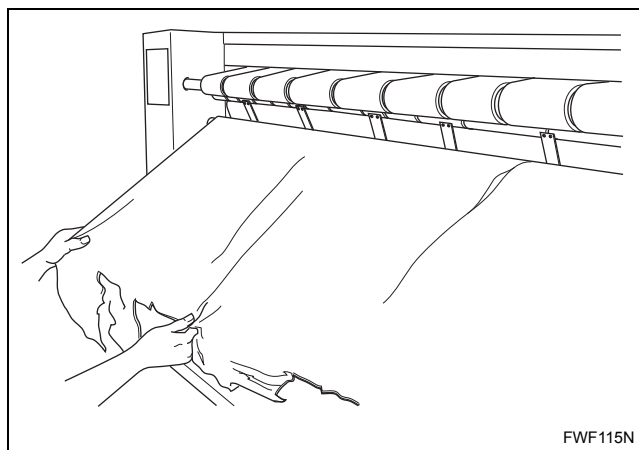

Figura 14
e. Remova o papel protector por completo. Consulte a *Figura 14*.